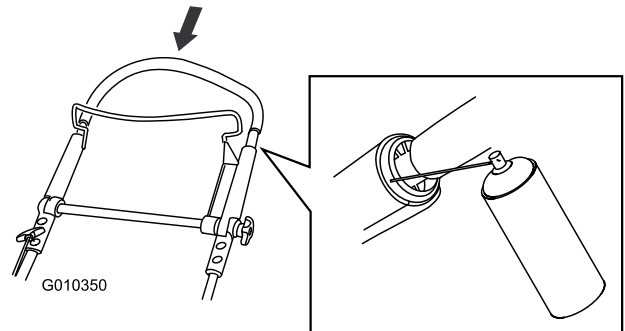

Figure 43
2. Abaissez complètement la partie supérieure du guidon et pulvérisez la surface en plastique intérieure de la poignée extérieure (Figure 43).